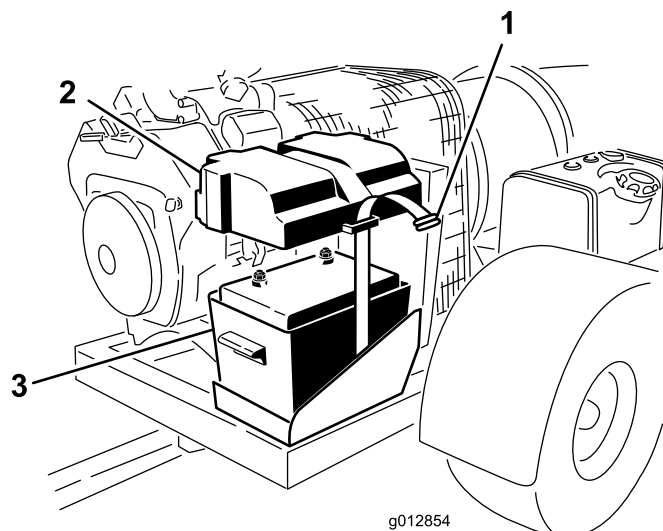

Figura 4
2. Retire a fita que prende a tampa da bateria à caixa da bateria (Figura 4).